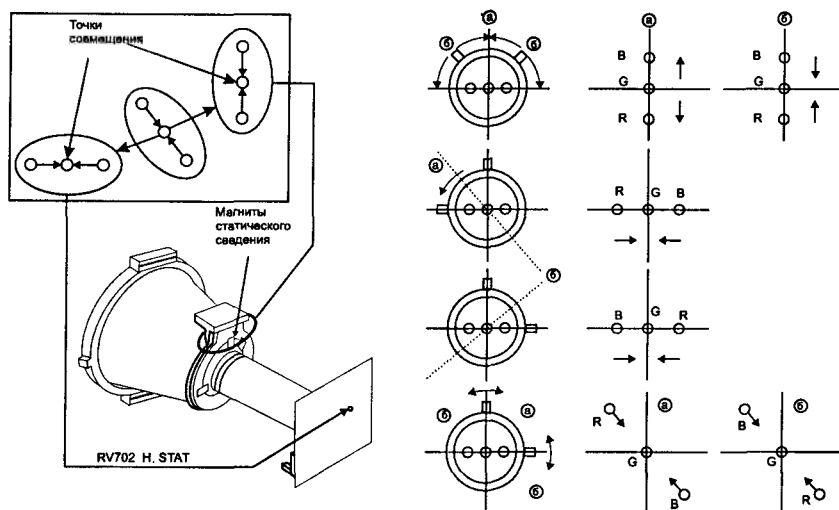

Рис. 2
4. Регулировкой переменного резистора RV702 (H.STAT), расположенного на плате кинескопа, добиваются совмещения красных, синих и зеленых точек или линий по вертикали (рис. 2, а).
5. Если точки или линии в центре экрана свести невозможно, необходимо с помощью магнитов статического сведения копец (ближних к цоколю кинескопа) провести предварительное сведение лучей, раздвигая магниты или поворачивая их одновременно в какую-либо сторону. Зависимость перемещения лучей от поворота магнитов показана на рис. 2, б.